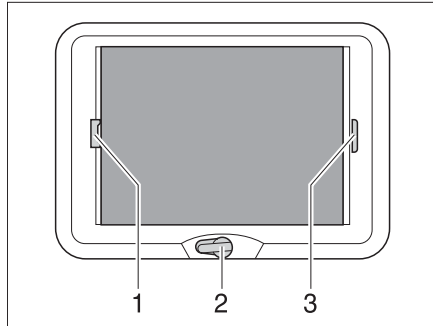

Bild 87 Vevmanövrerad taklucka
- Vrid på handveven (Bild 87,2) tills ett motstånd känns (max öppningsvinkel 70°).
- Drag i plisségardinens handtag (Bild 87,3) och släpp i önskad position. Plisségardinen stannar i denna position.
- Drag, med handtaget (Bild 87,1), insektsskyddet till plisségardinens handtag (Bild 87,3) på den motsatta sidan, där det hakas i.
- Tryck insektsskyddets handtag (Bild 87,1) bakåt, uppåt och haka av insektsskyddet från plisségardinen (Bild 87,3).